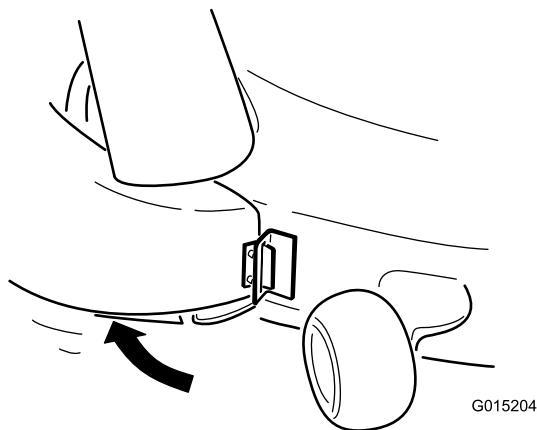

Figura 25
2. Pivotați jgheabul în spate i spre punte, astfel încât jgheabul să fie la același nivel cu puntea mainii de tuns iarba (Figura 25).